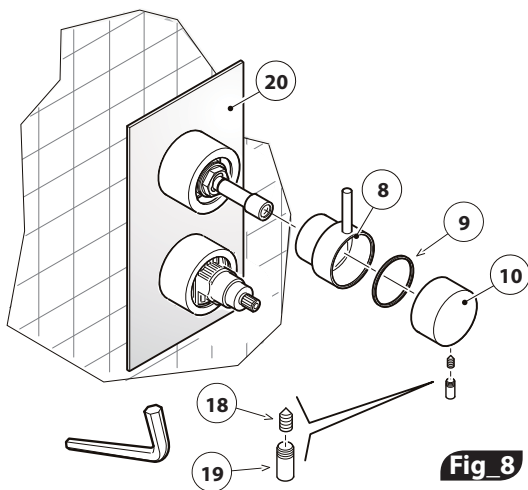

Fig 8
10. Coprire con la piastra di copertura (20). (fig.8)
11. Inserire la maniglia deviatrice (8) avendo cura di tenere la leva in posizione verticale
12. Collocare l'anello distanziale (9) nell'apposita sede della maniglia deviatrice
13. Inserire la maniglia di erogazione (10) con la sede della leva rivolta verso il basso. Fissarla con l'apposito grano (18) ed avvitare la leva (19).
10. Cover with the cover plate (20). (fig.8)
11. Insert the diverter knob (8) making sure to keep the lever in vertical position
12. Place the spacer ring (9) in its appropriate seat of the diverter knob
13. Insert the supply lever (10) with the lever seat turned downwards. Fix it in place with the grub screw provided (18) and screw the lever (19).
10. Mit der Abdeckplatte abdecken (20). (Abb. 8)
11. Bauen Sie den Umstellgriff (8) ein, und achten Sie dabei darauf, dass sich der Hebel in vertikaler Position befindet.
12. Bringen Sie den Zwischenring (9) an der vorgesehenen Position des Umstellgriffs an.
13. Führen Sie den Versorgungsgriff (10) mit dem Sitz des Hebels nach unten ein. Befestigen Sie ihn mit dem entsprechenden Stift (18), und schrauben Sie den Hebel (19) fest.
10. Couvrir avec la plaque de couverture (20). (fig.8)
11. Insérer la poignée de l'inverseur (8) en prenant soin de garder le levier en position verticale.
12. Placer la bague d'entretoise (9) dans le siège de la poignée de l'inverseur.
13. Insérer la manette de distribution (10) avec le siège du levier tourné vers le bas. Fixer la poignée avec la vis (18) et visser le levier (19).